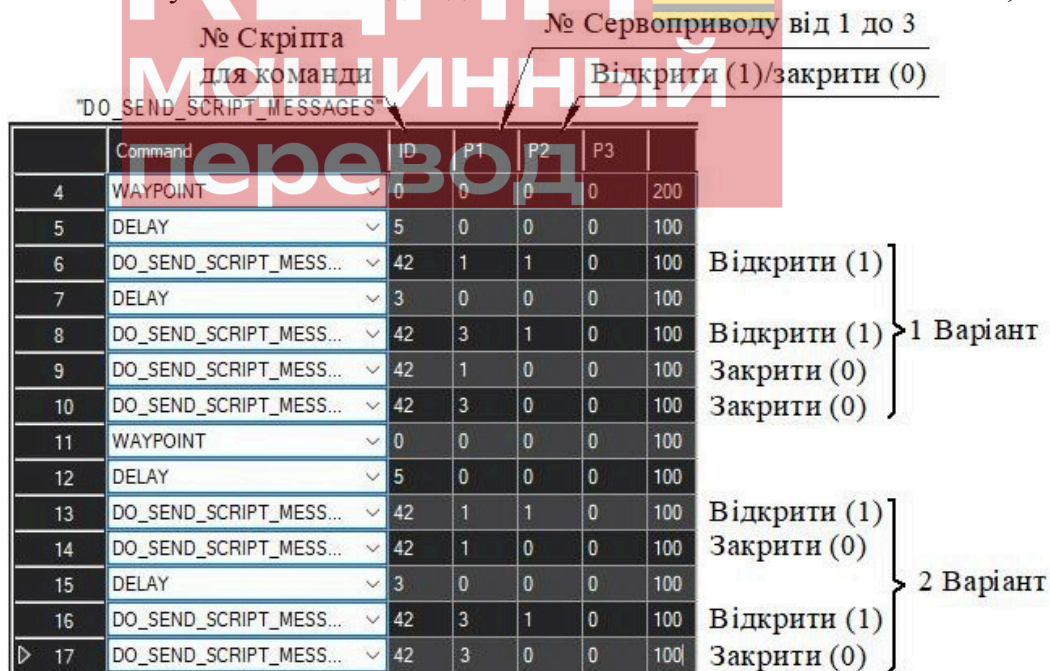

Рисунок 35. Создание команд на открытие и закрытие механизма сброса ПЗ
- в столбце Command выбрать команду DO_SEND_SCRIPT_MESSAGES (рис. 35);